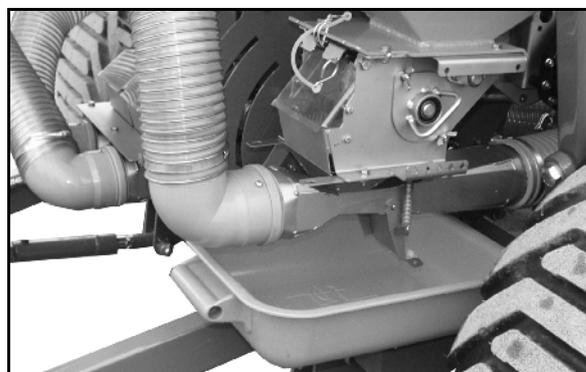

Fig. 97
4. Contrôle de débit d'engrais : mettez l'auget d'étalonnage sous le doseur d'engrais (Fig. 97).